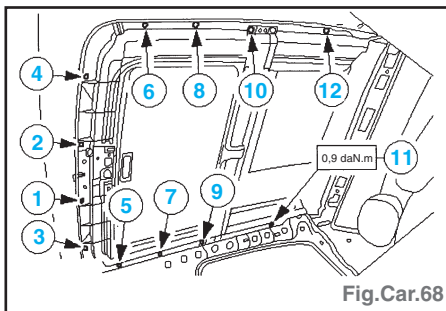

Fig.Car.68
- Serrer les vis de fixation dans l'ordre indiqué (Fig.Car.68).